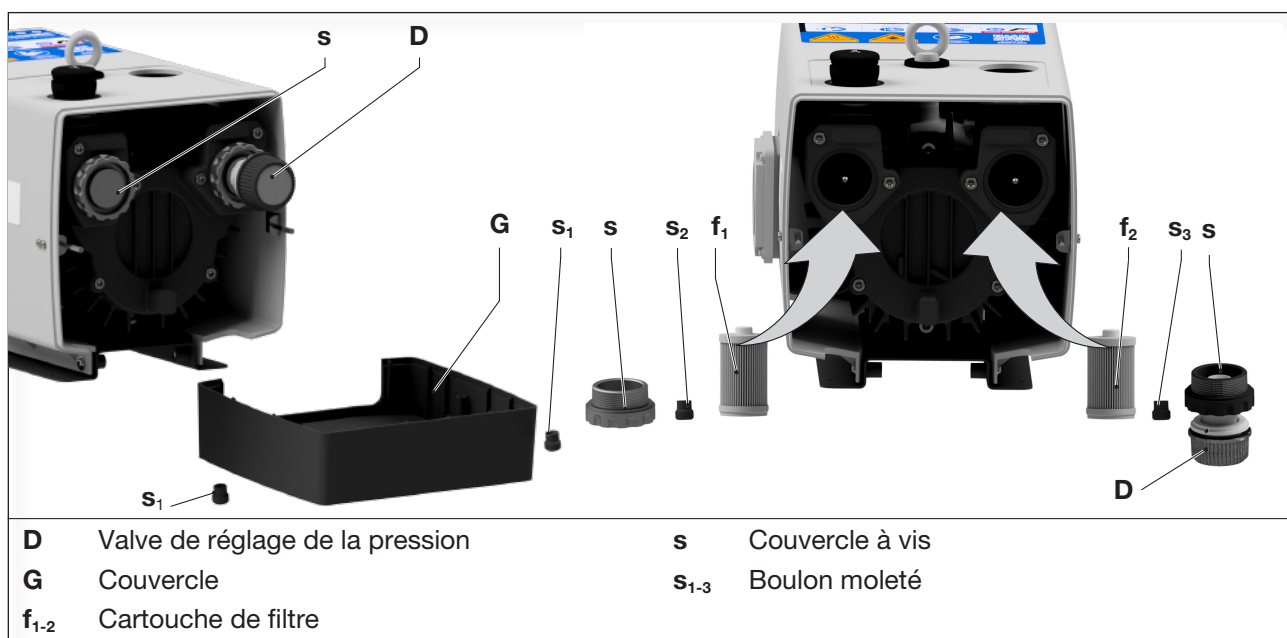

Fig. 4 Remplacement de filtre à air
Il faut nettoyer les cartouches de filtre d'air aspiré (Fig. 4/f1) et d'air comprimé (Fig. 4/f2 → accessoire) en les soufflant tous les mois, ou plus souvent en fonction de l'encrassement, ou les remplacer. Malgré le nettoyage des filtres, leur pouvoir séparateur se dégrade progressivement. Pour cette raison, il faut remplacer les filtres tous les six mois.
- Retirez le couvercle (Fig. 4/G) après avoir desserré les boulons moletés (Fig. 4/s1).
- Desserrez et retirez le couvercle à vis côté aspiration (Fig. 4/s) et le boulon moleté (Fig. 4/s2) correspondant.
- Desserrez et retirez le couvercle à vis côté refoulement (Fig. 4/s) avec la valve de réglage de la pression (Fig. 4/D) et le boulon moleté (Fig. 4/s3).
- Extrayez et nettoyez ou remplacez les cartouches de filtre d'air aspiré (Fig. 4/f1) et d'air comprimé (Fig. 4/f2). **AVIS !** Soufflez les cartouches de filtre de l'intérieur vers l'extérieur.
- Placez la cartouche de filtre (Fig. 4/f1) sur le côté aspiration et fixez-la avec le boulon moleté (Fig. 4/s2) et le couvercle à vis (Fig. 4/s). Serrez le boulon moleté et le couvercle à vis à la main.
- g) Placez la cartouche de filtre (Fig. 4/f2) sur le côté refoulement et fixez-la avec le boulon moleté (Fig. 4/s2) et le couvercle à vis (Fig. 4/s) avec la valve de réglage de la pression. Serrez le boulon moleté et le couvercle à vis à la main.
- h) Montez le couvercle (Fig. 4/G) avec les boulons moletés (Fig. 4/s1) . Serrez les boulons moletés à la main.
- b) Retirez le couvercle (Fig. 4/G) après avoir desserré les boulons moletés (Fig. 4/s1).
- j) Montez le couvercle (Fig. 4/G) à l'aide des boulons moletés (Fig. 4/s1) . Serrez les boulons moletés à la main.